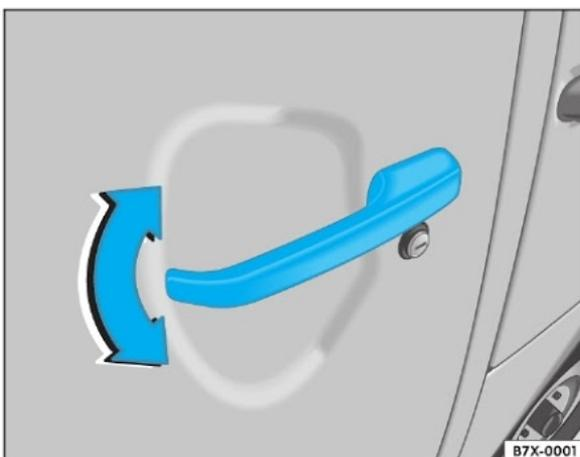

Fig. 24 Movimento da maçaneta para abertura e fechamento da porta
- Abaixar a maçaneta ⇒ fig. 24 e empurre a porta para trás, até bloqueá-la no final do curso para abertura total. Este recurso impedirá que a porta se movimente indevidamente.